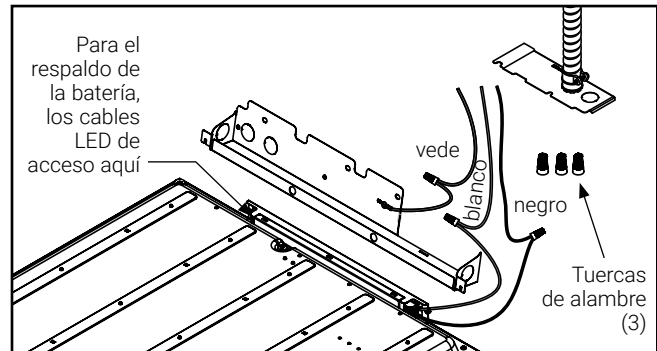

Imagen 5.
2. Utilice el expulsor de apertura para ingresar la línea de alimentación. Utilice los tres empalmes plásticos provistos para conectar el cable de tierra con el cable de alimentación verde, el cable negro (línea) con el cable de alimentación negro y el cable blanco (neutro) con el cable de alimentación blanco (Imagen 5).
Nota: Esta luminaria es compatible con los sistemas de respaldo de batería, incluidos los Surelites EBPLED7W y EBPLED14W. Si utiliza un sistema de respaldo de batería, retire la placa de la cubierta del controlador para acceder a los cables de carga LED y siga las instrucciones de cableado de respaldo de la batería (Fig. 5). Asegúrese de volver a instalar la placa de la cubierta del controlador después del cableado.